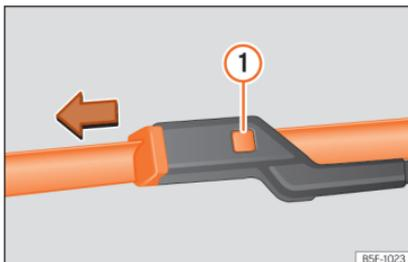

Abb. 39 Scheibenwischerblätter vorne auswechseln.
- Entriegelungstaste » » **Abb. 39** ① gedrückt halten und gleichzeitig das Scheibenwischerblatt in Pfeilrichtung abziehen.